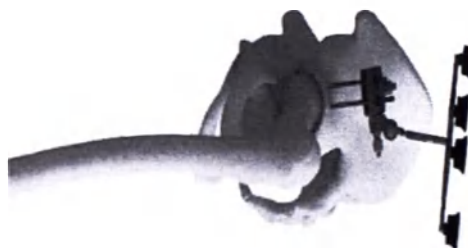

Рисунок 2. Отслеживание передне-бокового расположения тазовой матрицы внутри разреза
2. Костные штифты должны быть на 1 см выше края вертлужной впадины (за исключением верхних остеофитов, если суставная губа окостенела) (Рис. 2).